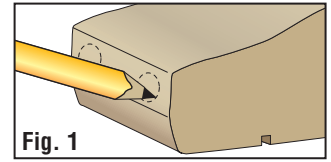

Fig. 1
- Determine desired weight placement before attaching Sides (Fig. 1).
- Déterminer le poids désiré placement avant de fixer les côtés (Fig. 1).